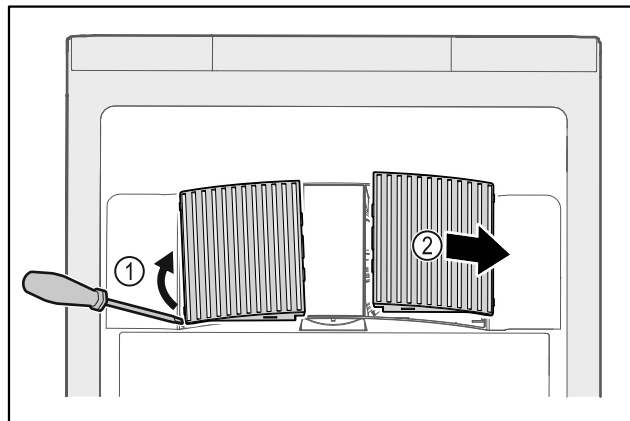

Fig. 152
- ▶ Scoateți cu grijă capacele ventilatoarelor de pe partea laterală Fig. 152 (1) și scoateți-le spre partea din față Fig. 152 (2).